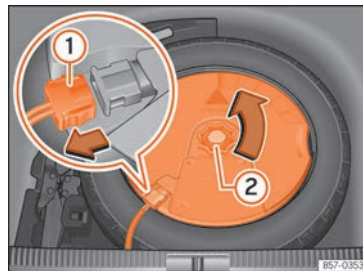

Abb. 232 Im Gepäckraum: Subwoofer ausbauen.
- Klemmen Sie das Subwoofer-Lautsprecher-Kabel ab »» Abb. 232 ①.
- Drehen Sie das Befestigungshandrad entgegen dem Uhrzeigersinn heraus »» Abb. 232 ②.